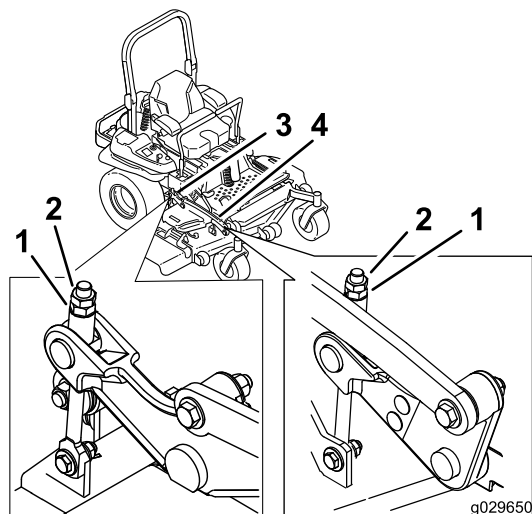

Figure 93
10. Ajustez précisément le serrage de l'écrou de réglage sur l'ensemble de levage du tablier avant (Figure 93).
16. Ajustez précisément la vis de réglage en la tournant jusqu'à obtention d'une hauteur de 8,3 mm (3 1/4 po) (Figure 93).